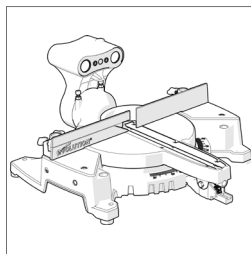

Fig. 1a
- De machinevoet met de kantelkop (**Fig. 1a**)